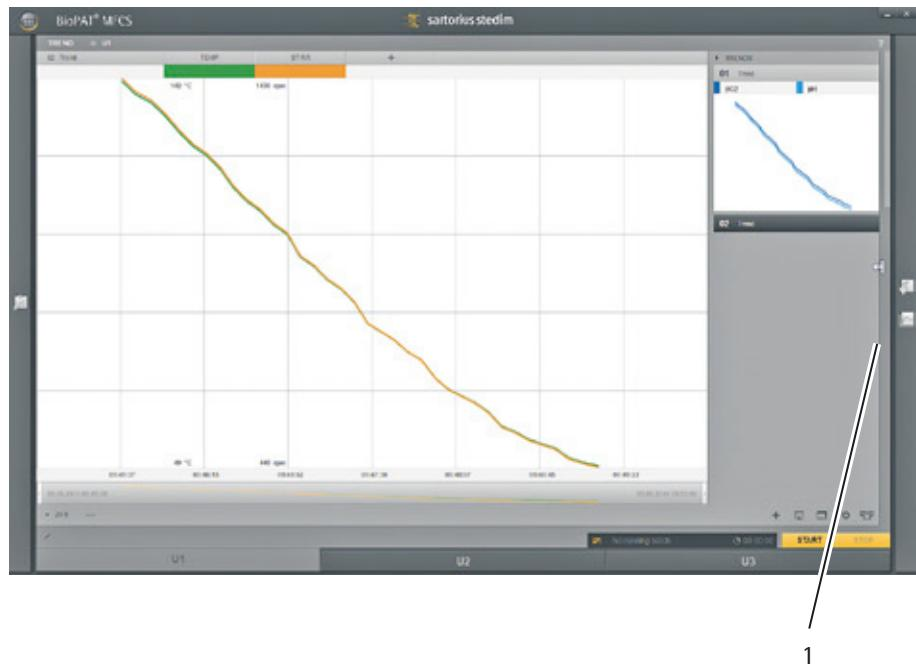

Abb. 6-5: Erweiterte Normalansicht
- Bewegen Sie die Maus an die Rahmenkante (1) und klicken Sie auf .
- ▷ Das aktive Menüfenster wird erweitert (siehe Abb. 6-5, Seite 72).